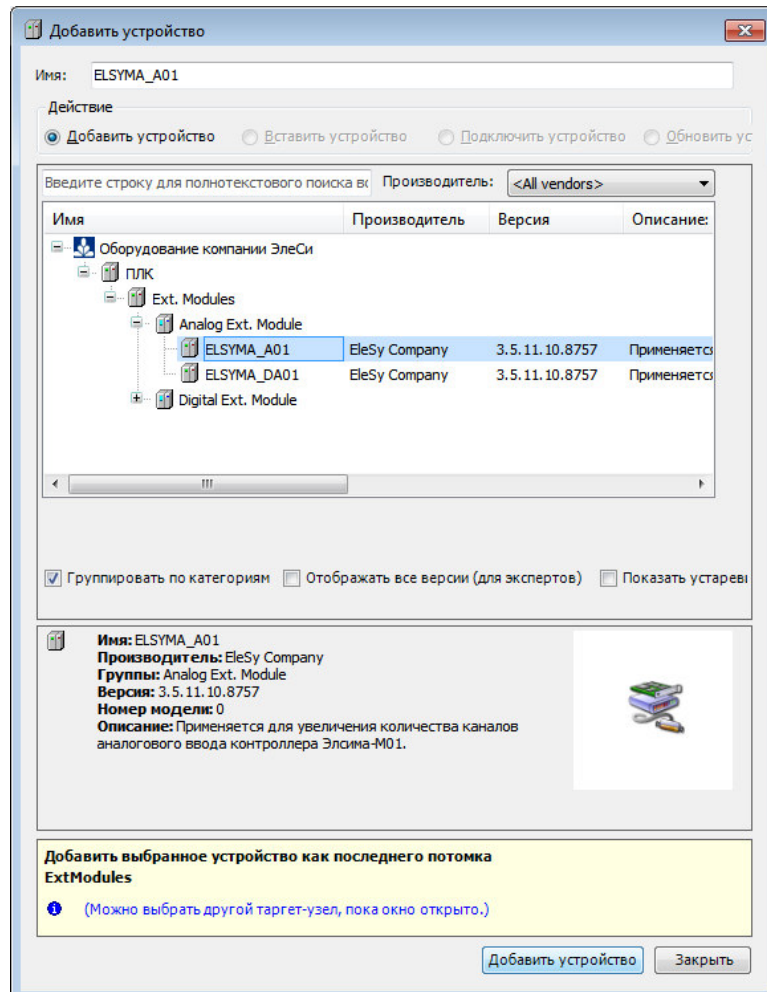

Рисунок 5.7 – Окно добавления устройств. Добавление аналогового модуля
4. Кликнуть правой кнопкой мыши по узлу *ExtModules* (находится в *ELSYMA\_M01*) и выбрать команду «Добавить устройство...» (рисунок 5.7). В поле **Производитель:** следует выбрать *EleSy Company*, выбрать устройство *ELSYMA\_A01* и нажать кнопку «Добавить устройство...».